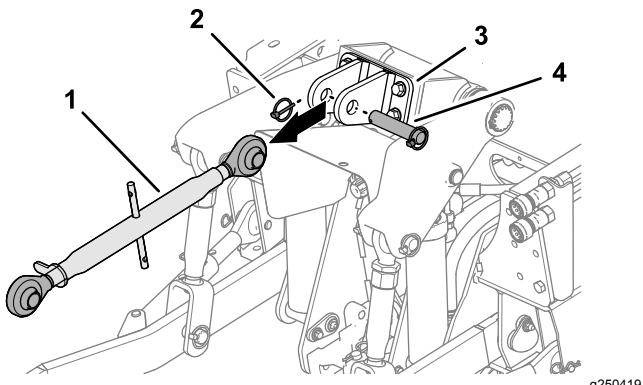

Figura 25
- puntos superior del soporte de enganche superior (Figura 25).